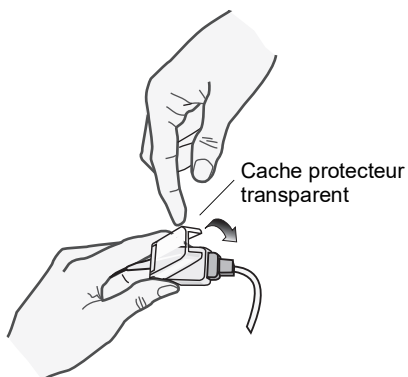

Figure 10-2 Abaissez le cache protecteur en plastique transparent sur la connexion du câble
5. Abaissez le cache protecteur en plastique transparent sur la connexion pour la sécuriser (voir Figure 10-2).